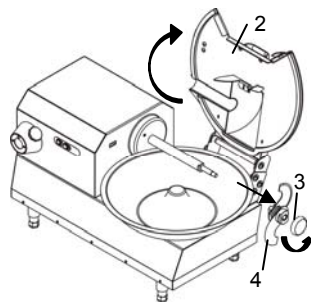

Рис. 6.3.2
- Поднять крышку "2" Рис. 6.3.2.
- Отвинтить ручку блокировки втулки блока ножей "3" Рис. 6.3.2.
- Поднять крышку "2" Рис. 6.3.2 и извлечь её из своего местоположения.